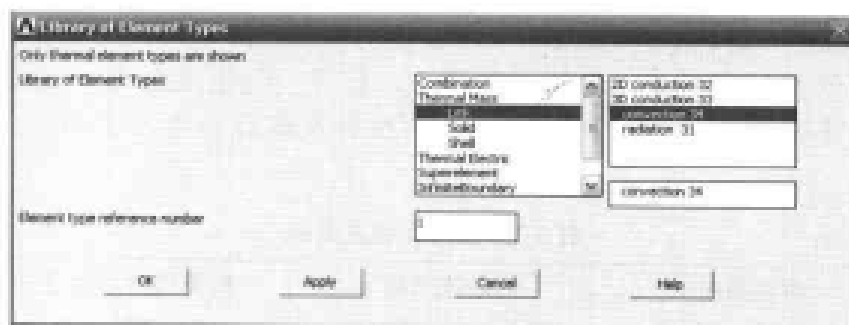

图 9-63 单元类型列表对话框
(1) 选择 Main Menu | Preprocessor | Element Type | Add/Edit/Delete 命令，出现 Element Types 对话框，单击 Add 按钮，出现 Library of Element Types 对话框，在 Library of Element Types 的两个列表框中分别选择 Thermal Link、3D Convection 34 选项，在 Element type reference number 文本框中输入 1，如图 9-63 所示。